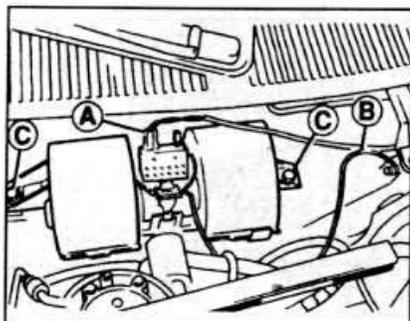

Рис. 3.36. Вентилятор отопителя.
- Отсоедините разъем от вентилятора, затем отвинтите две гайки и извлеките вентилятор из воздушной камеры (см. рис. 3.36).